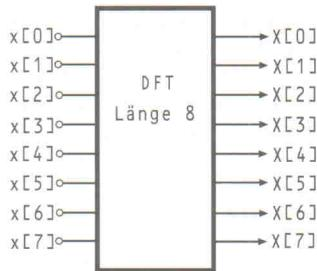

Bild 1. Diskrete Fourier-Transformation (DFT) der Länge 8 als Black-Box.
quenzen lassen sich durch Interpolation aus den vorliegenden Werten *exakt* bestimmen (Abtasttheorem im Frequenzbereich, siehe Folge 8), prinzipiell genauso, wie dies im Zeitbereich für Zwischenwerte des abgetasteten Signals möglich ist. Das Spektrum ist aufgrund der Abtastung periodisch mit der Abtastfrequenz. Die äquidistanten N Frequenzen berechnen sich nach (2), wobei $f_A = 1/T$ die Abtastfrequenz bezeichnet. Setzt man diese Frequenzen in Formel (1) ein, so erhält man (3). Diese Formel heißt *Diskrete Fourier-Transformation (DFT)*, weil die Fourier-Transformation nur für einige genau bestimmte (diskrete) Frequenzen berechnet wird. Betrachtet man die DFT als 'Black Box', so transformiert diese N Eingangssamples $x[0], \dots, x[N-1]$ zu N (meist komplexen) Ausgangswerten $X[0], \dots, X[N-1]$ (Bild 1).